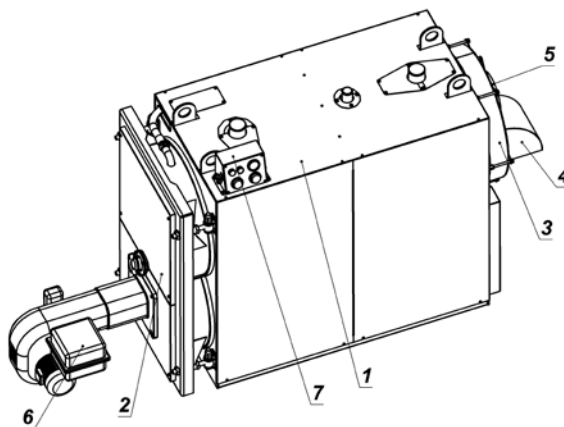
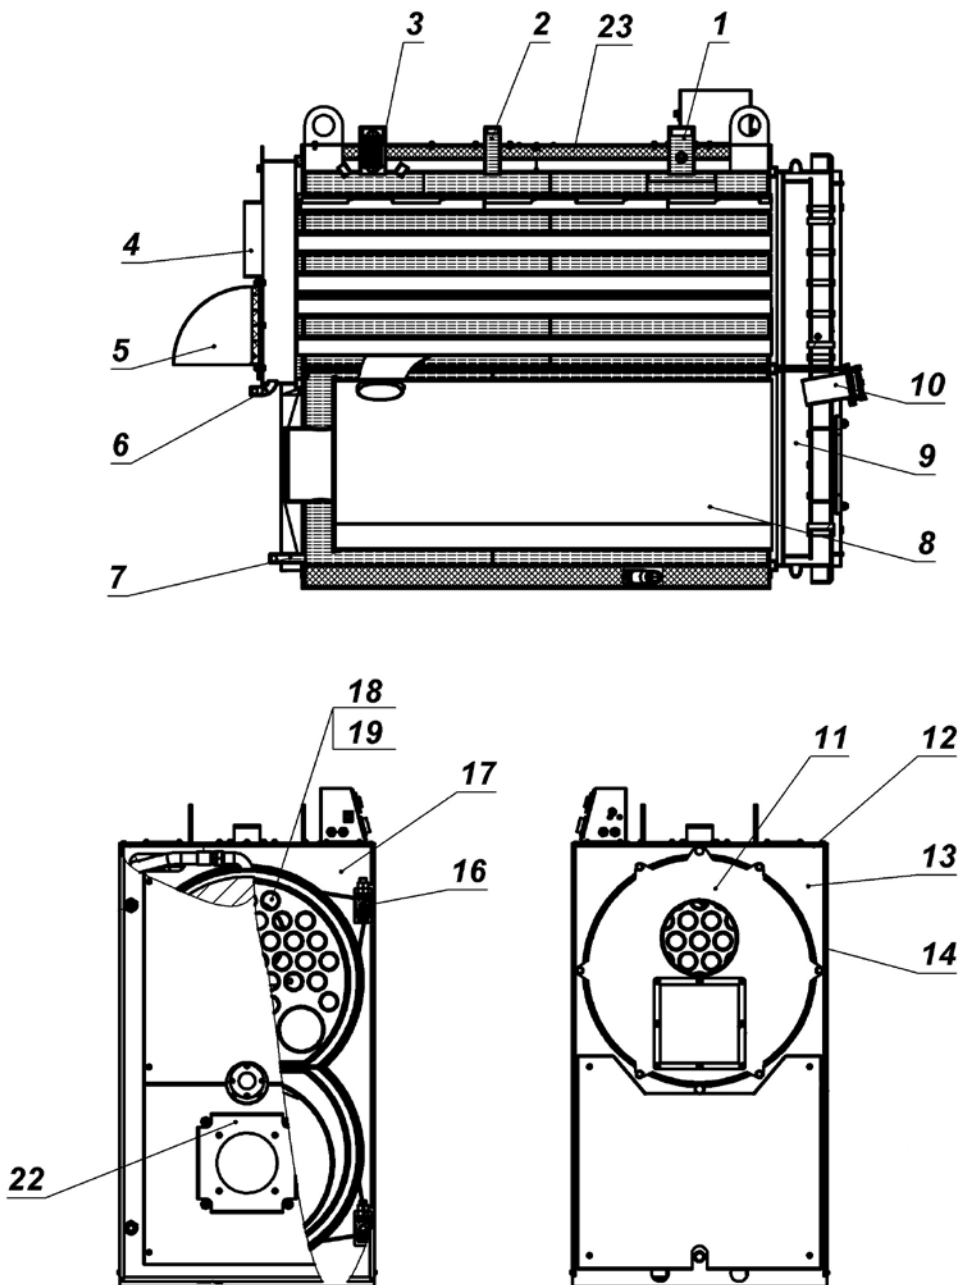

Рисунок 1 - Общий вид котла (левое исполнение)
Рисунок 2 - Продольный и поперечный разрез
5.1.1 Котел состоит из следующих основных составных частей (рис. 1):
- корпуса (1), находящегося под давлением теплоносителя;
- дверей (2) которые охлаждаются водой и находится под давлением теплоносителя;
- крышки (3) к которой подключен узел взрывного клапана (4) с дымовым патрубком (5);
- горелочного устройства (6)
- блока управления (7) с датчиками контроля параметров теплоносителя и газа.
5.1.2 Корпус котла является газотрубной системой, скомпонованной на раме (рис. 2).